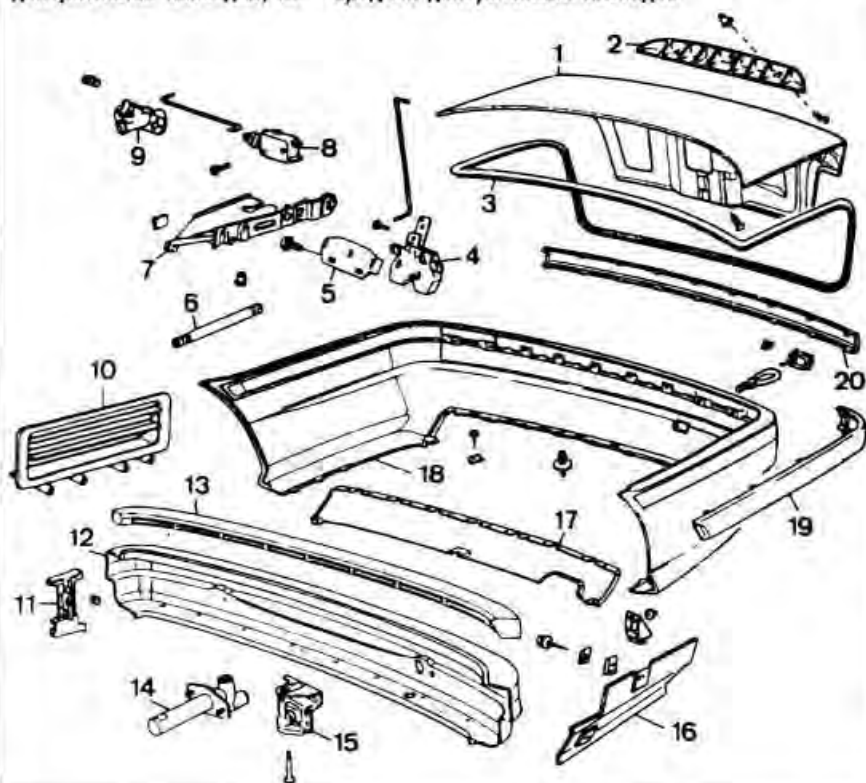

Рис. 15-24. Снятие двери задка:
- Разъединить разъем 2 (рис. 15-24) пучка проводов, вынуть пучок проводов и